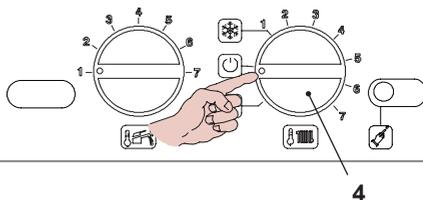

Fig. 9.17
- Per uscire dalla programmazione posizionare il selettore 4 come indicato in Fig. 9.17.